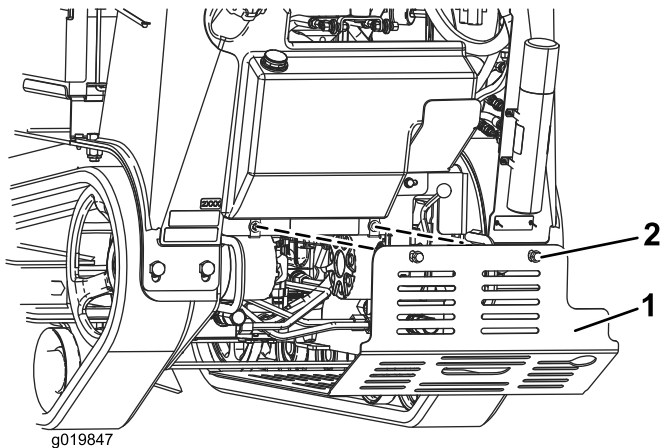

Figura 26
3. Desaperte os 2 parafusos que fixam o resguardo inferior sequencialmente, até o resguardo ficar livre (Figura 26).
5. Para instalar o resguardo antes de utilizar a máquina, deslize o resguardo inferior para a máquina de modo a assentar nas 4 patilhas e fixe-o com os 2 parafusos que desapertou anteriormente (Figura 26).